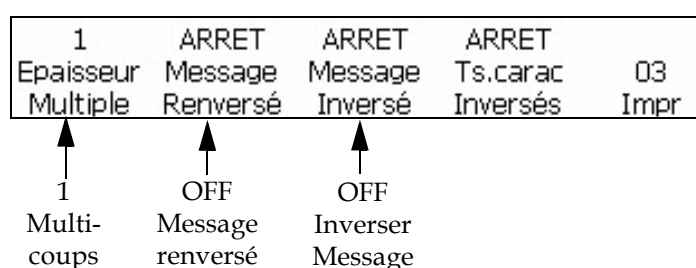

Figure 5-24: Fenêtre <03 Imprimer>
Figure 5-24 montre la fenêtre utilisée dans cette section (01 Editer > 02 Editer > 03 Editer > 04 Editer - Config. Impression > 01 Imprimer > 02 Imprimer > 03 Imprimer).
- 1 Commencer à la Fenêtre <03 Imprimer>. Voir Figure 5-24 à la page 5-27 pour d'autres informations sur l'accès à la Fenêtre <03 Imprimer>.
- 2 Commencer à la Fenêtre <03 Imprimer>. Voir Figure 5-24 à la page 5-27.